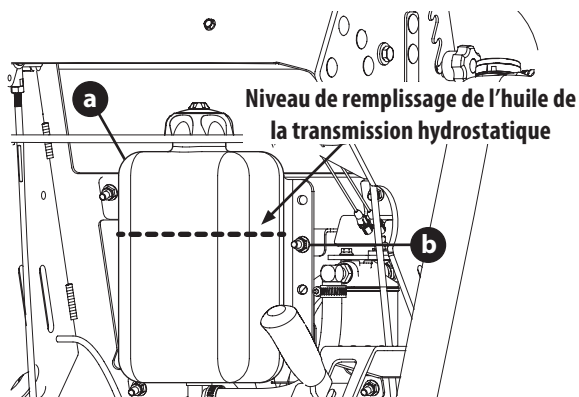

Figure 26
1. Repérez le réservoir d'huile de la transmission hydrostatique (a) derrière le moteur, sous le panneau de commande (Figure 26 à la page 95).
2. Assurez-vous que le niveau du réservoir d'huile de la transmission hydrostatique se trouve juste au-dessus des boulons de montage du réservoir supérieur (b) (Figure 26 à la page 95).
7. Ajoutez de l'huile de transmission hydrostatique jusqu'à ce que le niveau soit au même niveau que les boulons de montage du réservoir supérieur (Figure 26).